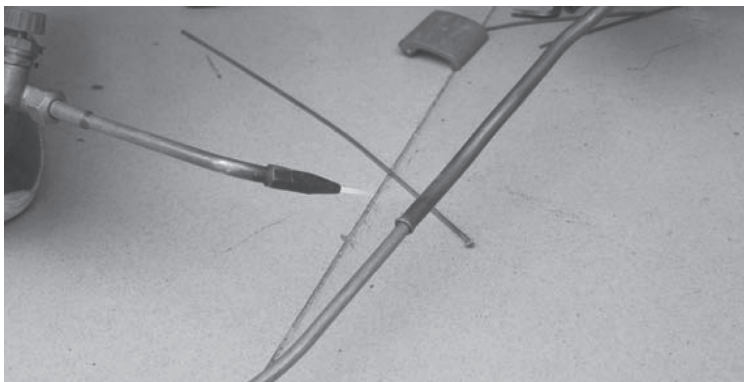

图 3-20 用中焰加热
1) 用中性火焰的中焰(距焰心顶部2~3cm)对粗管口的中部加热,待粗管被加热至暗红色,如图3-20所示。